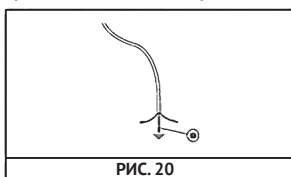

РИС. 20
**⚠ ВНИМАНИЕ!** В случае замены кабеля питания следует обратить внимание на то, что проводник заземления должен быть длиннее фазных проводников (рис. 20), а кроме того следует соблюдать приведенные выше требования.